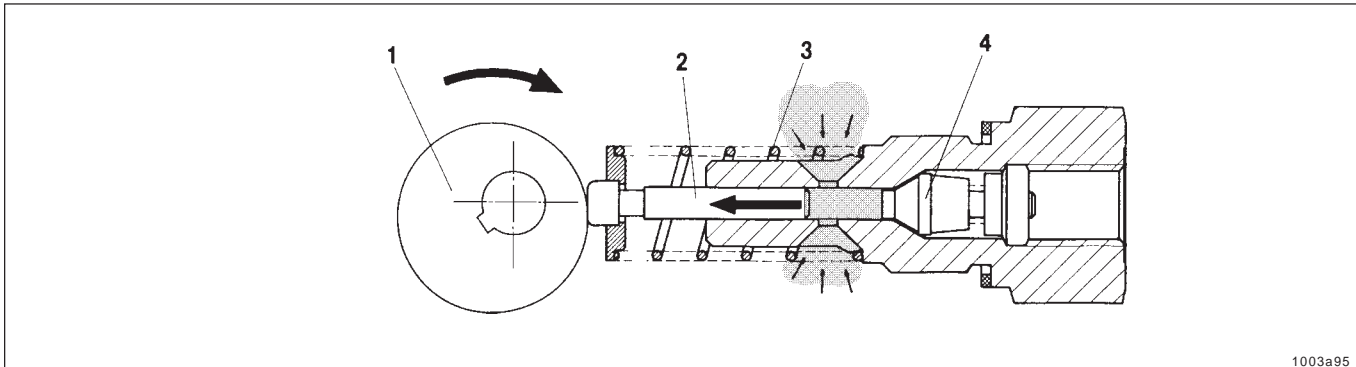

Abb. 5: - Pumpenelement saugt an
- Der Elektromotor treibt den Exzenter 1 (Abb. 5, 6) an.
- saugt der Kolben 2 Schmierstoff aus dem Behälter an, siehe Bild 5.